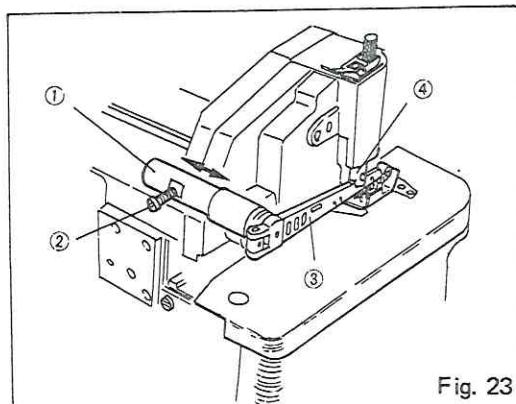

Fig. 23
- Pour le réglage, desserrer la pression du pied ainsi que la vis ① .
- Régler correctement la pression du pied ② .
- Régler l'alignement de la fente du pied ② avec le trou de la plaque aiguille.
- Rabattre le pied presseur ② pour qu'il tombe bien à plat sur la plaque aiguille et serrer la vis ① .
(4) Presser Arm Setting Fig. 23
- Loose Screw ② of Foot Lift Lever Bushing ① .
- Remove Presser Arm ③ to left or right, for the Presser Arm Guide ④ holds and moves smoothly up and down on Presser Arm ③ .
Ajuste del brazo prensatelas. Fig. 23
Montage du bras du pied presseur Fig. 23